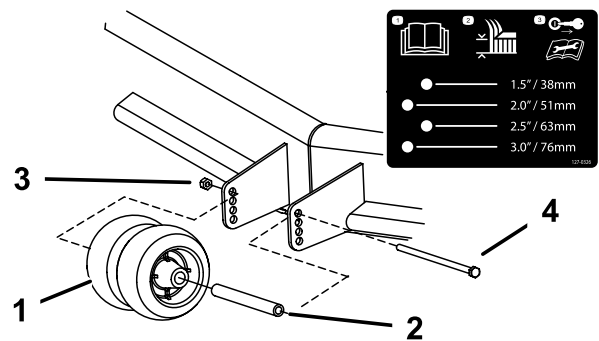

Figure 14
2. Réglez les galets anti-scalp comme montré à la Figure 14.